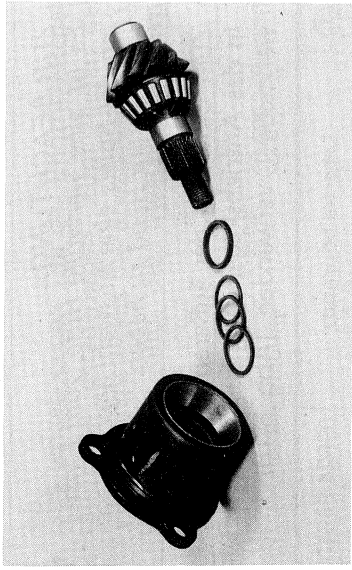

Abb. 8-20
- Die vom alten Endtriebskegelrad abgenommenen Beilegescheiben und den Disztanzring auf das neue Kegelrad montieren. Das Kegelrad in das Gehäuse einsetzen (Abb. 8-20).